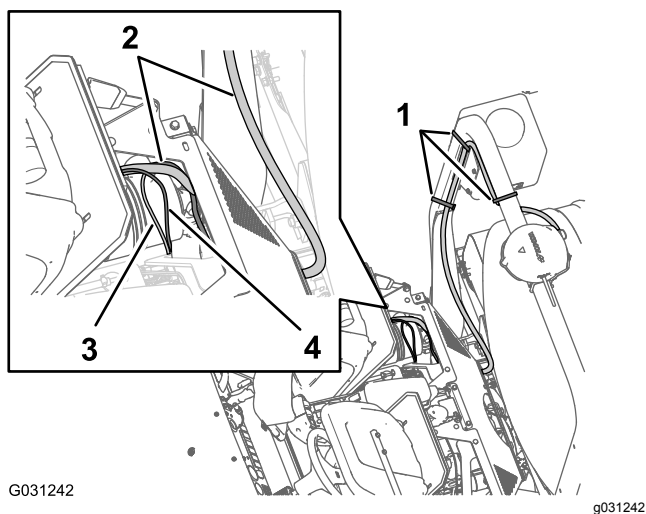

Рисунок 168
- Проложите ответвление длиной 100 см жгута электропроводов (Рисунок 168) с 1-штыревым разъемом вниз в зону, в которой соединяются передний и задний жгуты проводов машины; см. Рисунок 86 в разделе Подсоединение переднего и заднего жгутов проводов \(страница 46\).
- Проложите ответвление длиной 100 см жгута проводов передачи данных (Рисунок 168) с 4-штыревым разъемом CAN 2 / контроллера опрыскивателя вниз в зону, в которой соединяются передний и задний жгуты проводов машины; см. Рисунок 86 в разделе Подсоединение переднего и заднего жгутов проводов \(страница 46\).